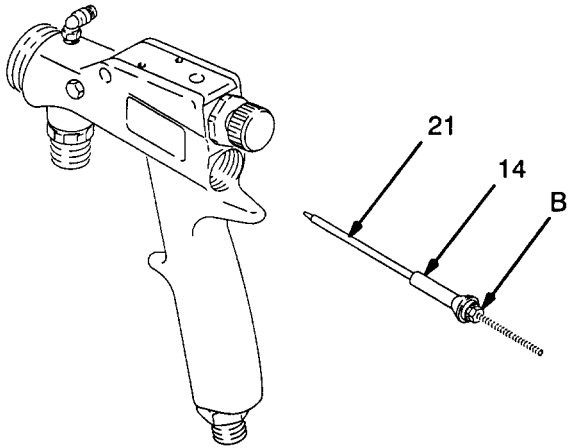

Fig. 10
7. Colocar una nueva válvula de aire (14) sobre la aguja de fluido (21), contra la tuerca (B). Ver Fig. 10. Esto contribuye a alinear la entrada del vástago de la válvula de aire en el diámetro interior de la junta de la copa en U (33) sin dañar el reborde de la junta.
8. Instalar la aguja de fluido (21) y la válvula de aire (14) en la parte de atrás de la pistola.